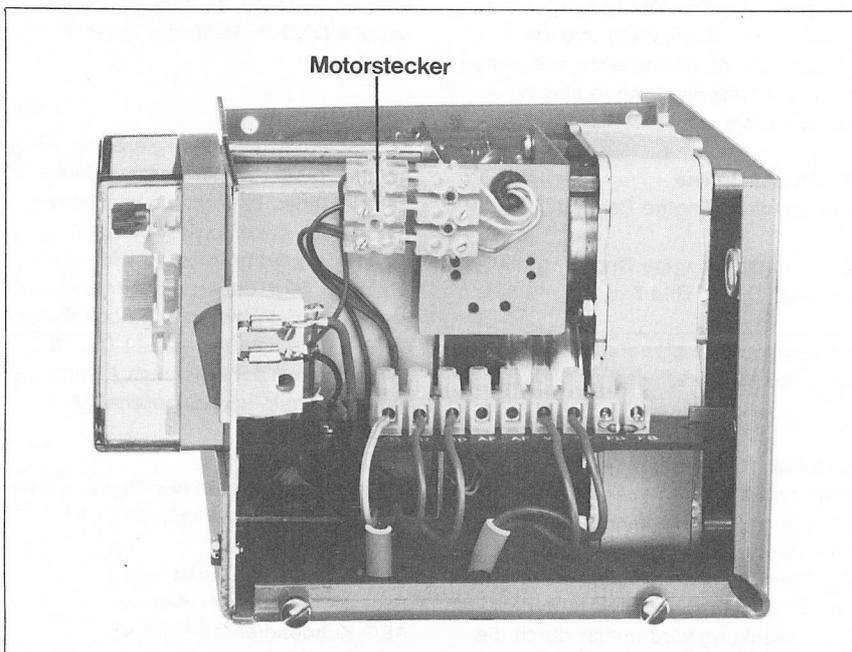

Bild 5 Zentralgerät Elfatherm M6 offen (Klemmleiste mit Motorstecker)
**1. Montage** (Bild 5 offenes Gerät, Motorstecker sichtbar)
Das Gerät ist mit dem entsprechenden Anbausatz auf den Mischer zu montieren. Der Motorstecker (in Bild 5), muß je nach Anlage für Kesselvorlauf von links oder rechts gesteckt werden. Im Anlieferungszustand ist dieser Stecker für Kesselvorlauf von links gesteckt, der Motor steht in der Stellung ZU für Kesselvorlauf von links. Wird der Motorstecker für Kesselvorlauf rechts umgesteckt, läuft der Stellmotor bei abgeschaltetem Netzschalter (Bild 5) in die neue ZU-Stellung (Laufdauer ca. 4 min.).